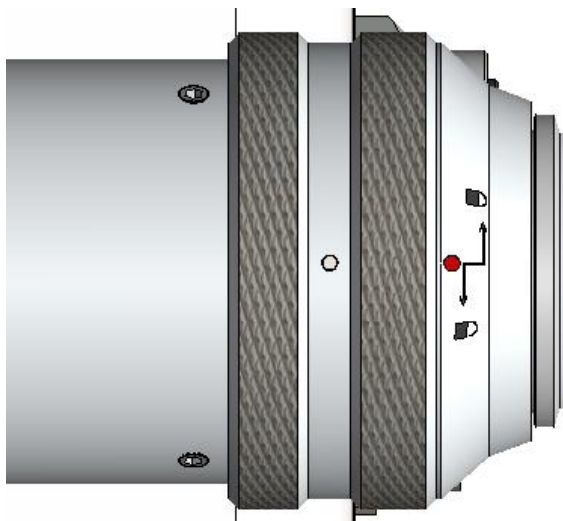

图3.4
- ③ 将QBH连接器拧至打开状态：逆时针方向旋至极限位置（可以感觉到“噎”的一声），注意转到位即可，不要大力拧动，否则可能会损坏QBH内部结构，如图3.4所示。